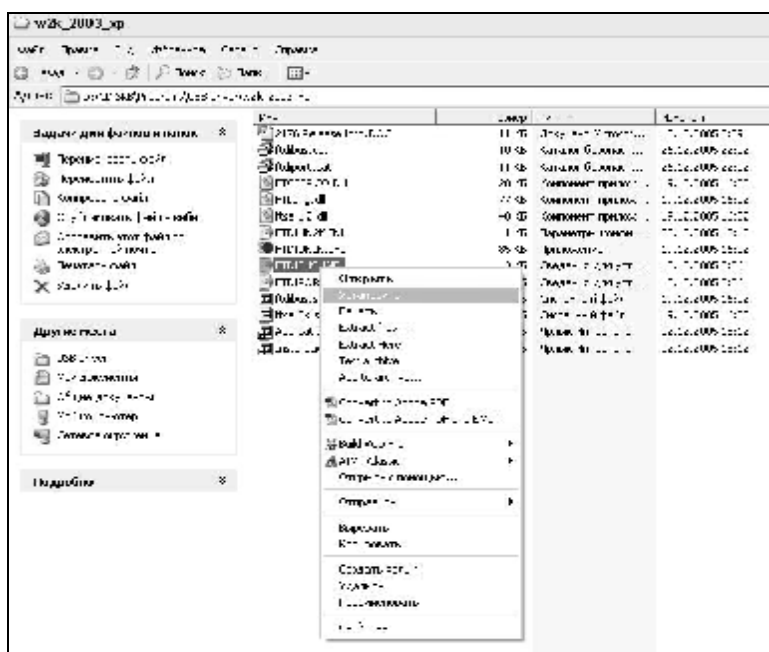

Рисунок 4 - Окно ручной установки драйвера
- нажать правой клавишей мыши на файле FTDIBUS.INF в выпадающем меню выбрать пункт «Установить» (рис. 4);